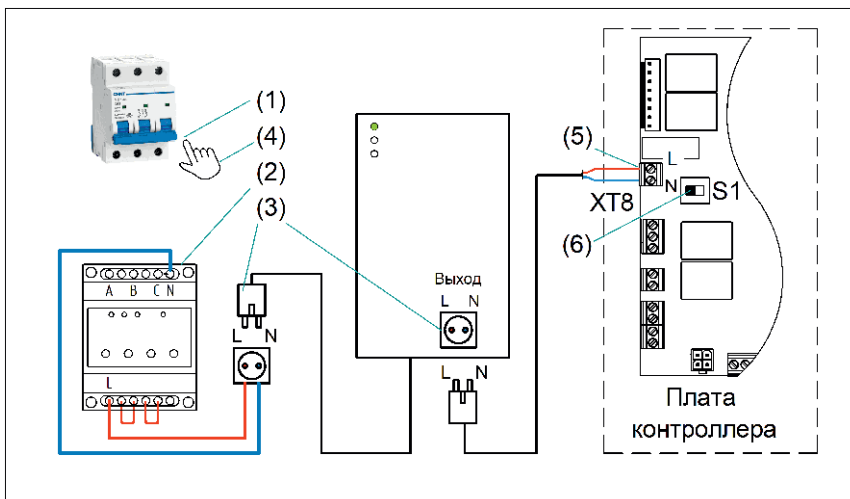

Рисунок 28. Схема подключения переключателя фаз
- (1) Отключить общий автоматический выключатель.
- (2) Смонтировать переключатель фаз согласно рис. 28.
- (3) Подключить стабилизатор к сети.
- (4) Включить автоматический выключатель.
- (5) Убедиться в наличии фазы на верхнем контакте колодки XT8 платы контроллера.
- (6) Перевести переключатель S1 из правого положения в левое положение.